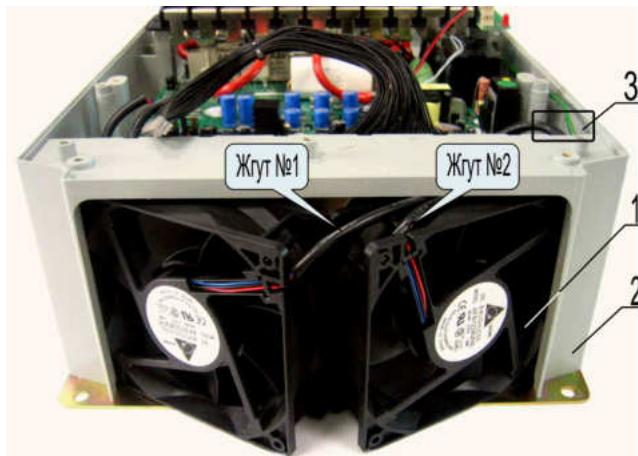

Рис. 7.15
7.6.2. Продеть жгуты №1 и №2 вентиляторов 1 в отверстие 3 корпуса 2 (рис. 7.15) .
7.6.3. Установить вентиляторы в отверстие корпуса, как показано на рис. 7.15, уложив жгуты на вентиляторе, расположенным справа.
**Вентиляторы устанавливаются этикетками наружу, как показано на рис. 7.15.**